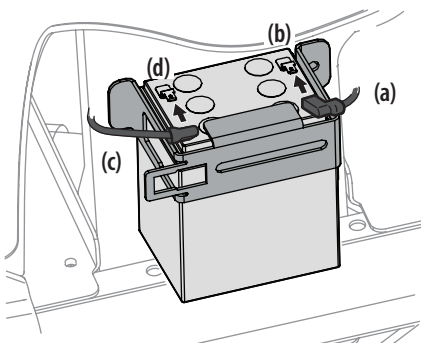

Figura 16
1. Enchufe el cable rojo (a) en el borne positivo de la batería (b). Consulte la Figura 16.
2. Enchufe el cable negro (c) en el borne negativo de la batería (d). Consulte la Figura 16.